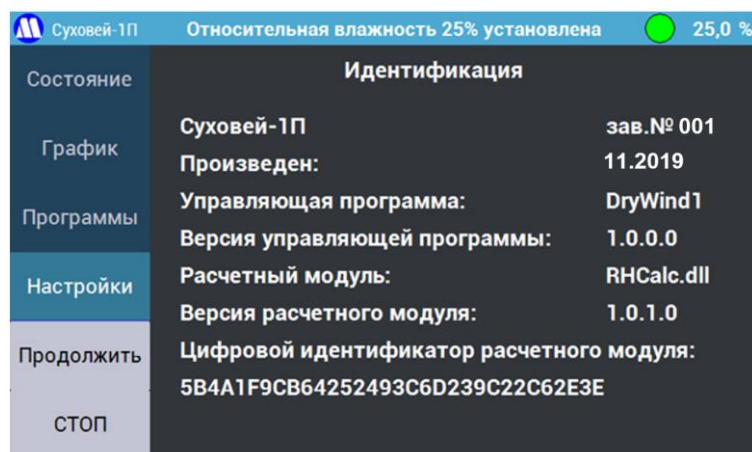

Рисунок 20 – Экран «Идентификация».
7.2.16. Кнопка «**Идентификация**» (Рисунок 20) открывает экран с информацией о заводском номере, дате производства и программном обеспечении генератора.